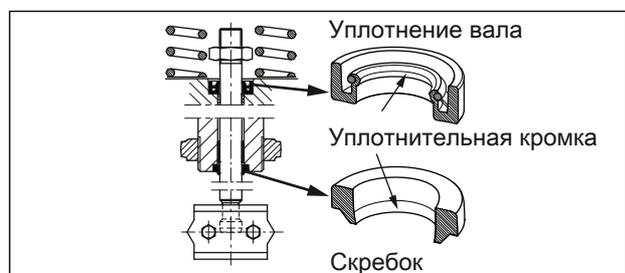

Рис. 16: Выравнивание уплотнительного кольца вала и скребка
6. Установите уплотнение вала с помощью подходящего инструмента. Убедитесь в том, что уплотнительные кольца вала правильно выровнены, см. Рис. 16.
7. Установите уплотнение вала с помощью подходящего инструмента. Убедитесь в том, что уплотнительные кольца вала правильно выровнены, см. Рис. 16.